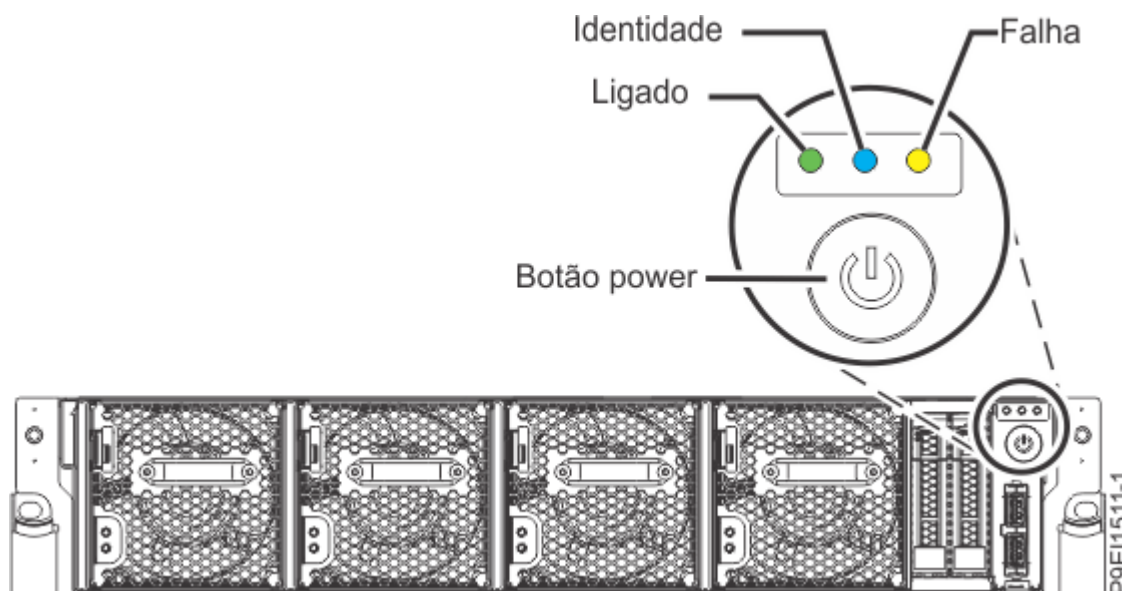

Figura 39. Botão power
- O LED de energia ligada, como mostrado na Figura 39 na página 80, está piscando. Uma luz piscando indica energia de espera para a unidade.
3. Pressione o botão de energia que é mostrado na Figura 39 na página 80.